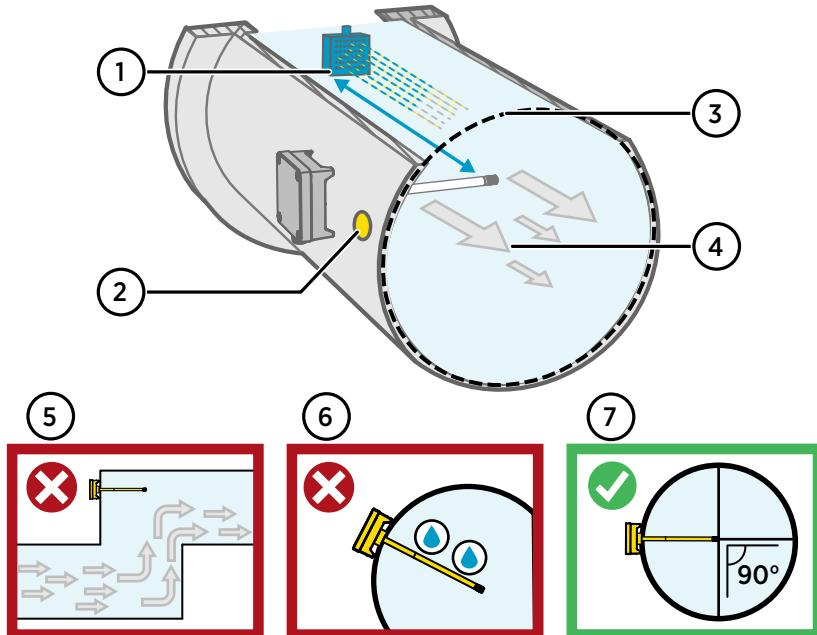

Figura 43 Visão geral de instalação dos dutos
4. Opcional: Faça um segundo furo para medições de referência a aproximadamente 30 cm (12 polegadas) de distância do orifício de instalação do transmissor. Consulte Figura 43 (página 58).